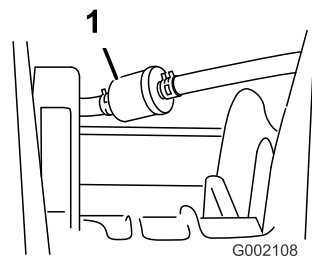

Bild 34
- Entfernen Sie die Klemmen, mit denen der Kraftstofffilter an den -leitungen befestigt ist (Bild 34).